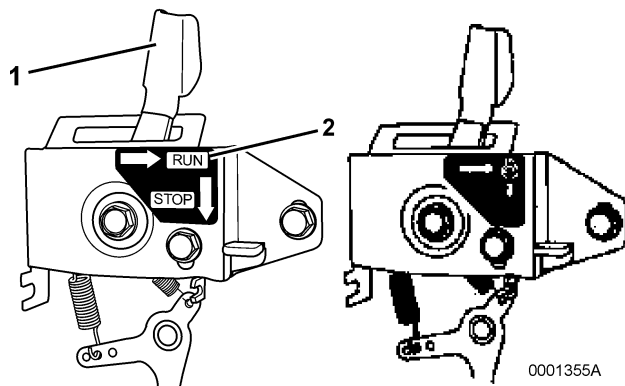

Рисунок 13
2. Если используемый регулятор оборотов двигателя аналогичен регулятору, изображенному на **Рисунке 13**, перевести рычаг регулятора оборотов двигателя (**позиция 1, Рисунок 13**) в положение RUN (РАБОТА) или (**позиция 2, Рисунок 13**).